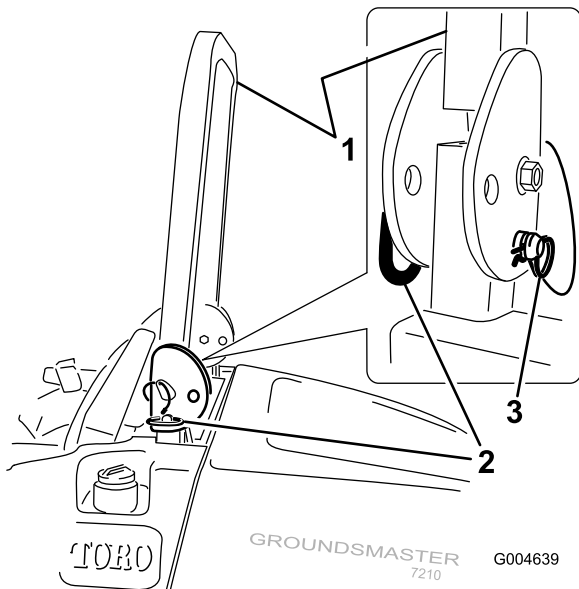

図10
1. 保護バーを降ろすには、ヘアピンコッターを抜き、スプリングに逆らって保護バーを前に倒し、ピン2本を引き抜く(図10)。
3. ピン2本を取り付け、ヘアピンコッターで固定する(図10)。
4. 保護バーを立てるには、ヘアピンコッターを外して、ピン2本を抜き取る(図10)。
5. ROPSをまっすぐに立ててピンで固定し、ヘアピンコッターでロックする(図10)。